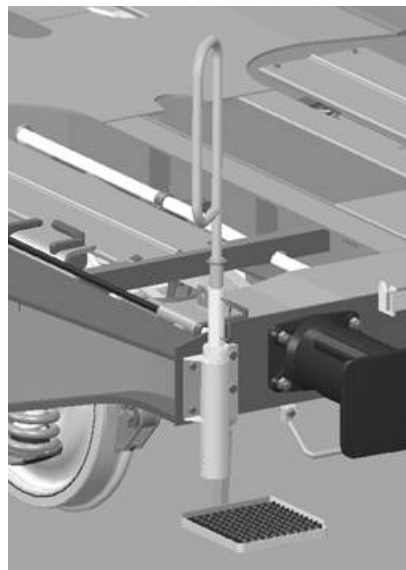

Abb. 4
Vor jedem Beladen oder Entladen ist der klappbare Griff (1) über dem linken Endtritt (Abb. 4) zuzuklappen.